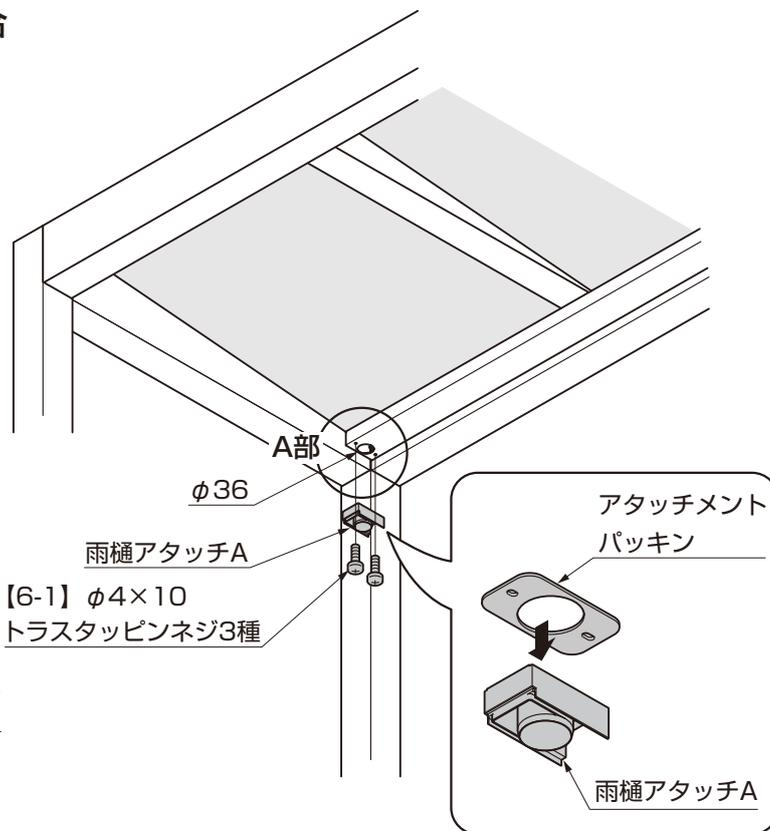

図11-17
- ②アタッチメントパッキンを雨樋アタッチAに貼付けて樋に【6-1】で取付けてください。（図11-17参照）
- ③ 縦樋の長さをH24の場合は2138mmに、H29の場合は2593mmに切断してください。